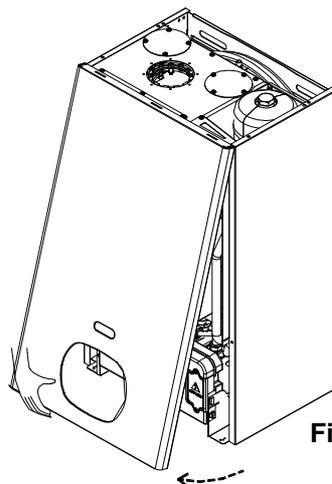

Fig. 1
- Retirer les vis de fixation placées en dessous du panneau (Fig.1)